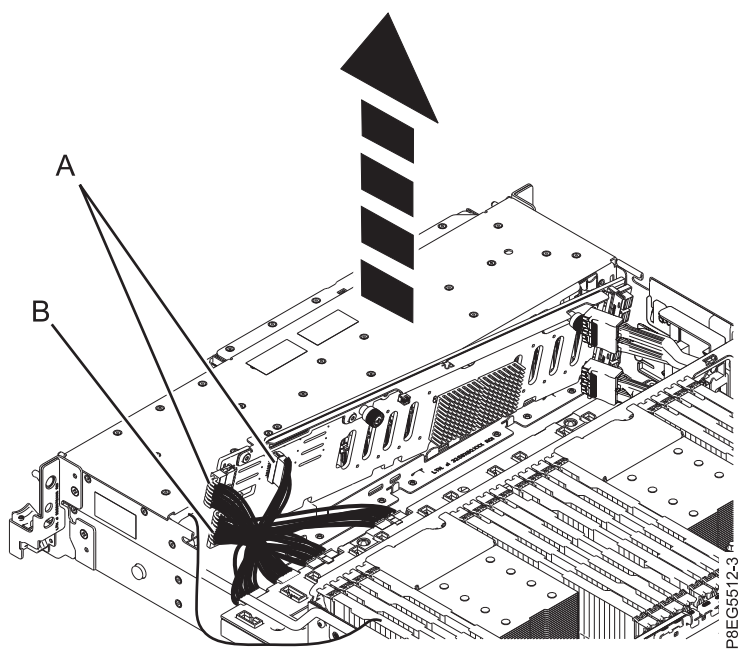

図 17. 電源ケーブル、信号ケーブル、およびコントロール・パネル・ケーブルの切り離し
9. 図 17 に示すように、信号ケーブルとコントロール・パネル・ケーブル (A)、および電源 Y ケーブル (B) をディスク・ドライブ・バックプレーンから切り離します。